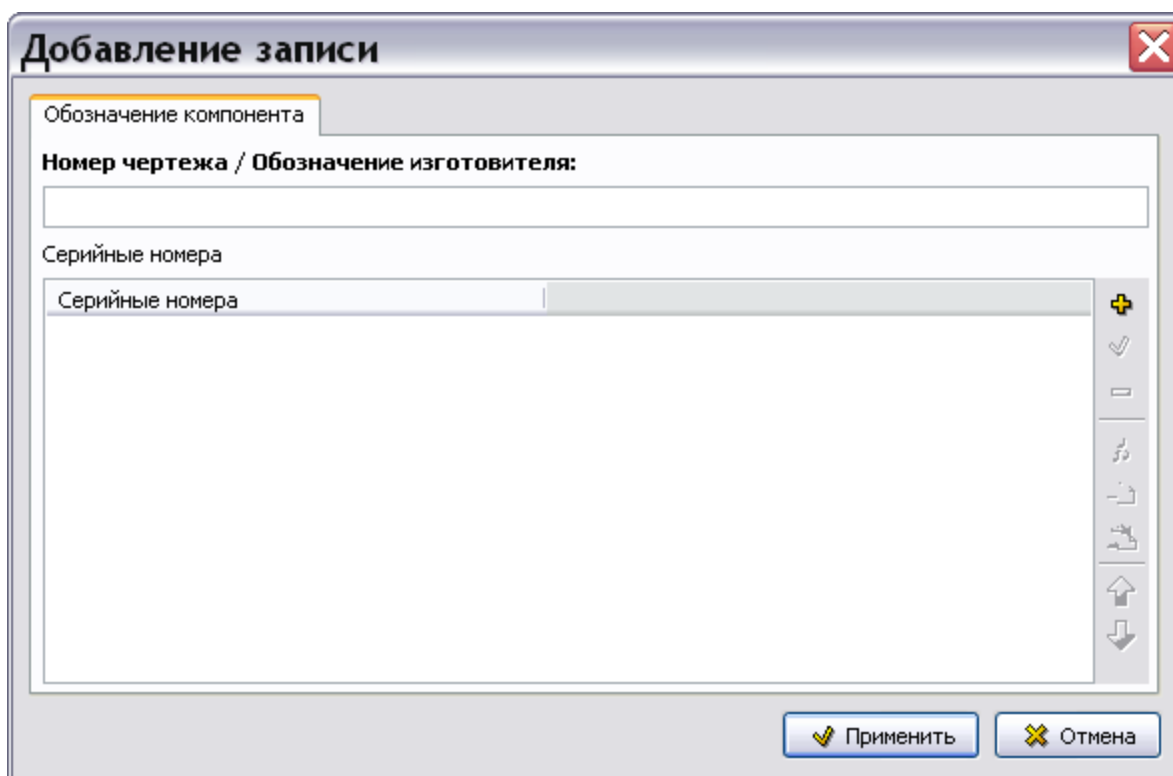

Рис. 9.12
1. Нажмите на кнопку **Добавить**  в правой части окна. После этого откроется диалоговое окно **Добавление записи** с вкладкой **Обозначение компонента** (Рис. 9.12).